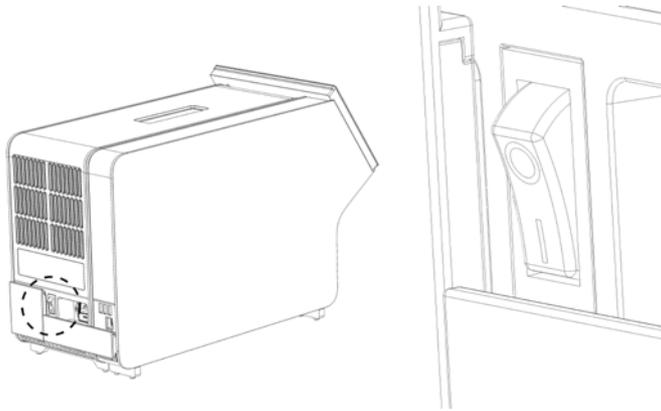

Figura 21. Individuazione e posizionamento su "I" dell'interruttore di alimentazione.
10. Accendere lo strumento premendo l'interruttore di alimentazione sul retro del modulo analitico e portandolo nella posizione "I" (Figura 21, pagina successiva). Verificare che gli indicatori di stato dei moduli analitico e operativo siano di colore blu.